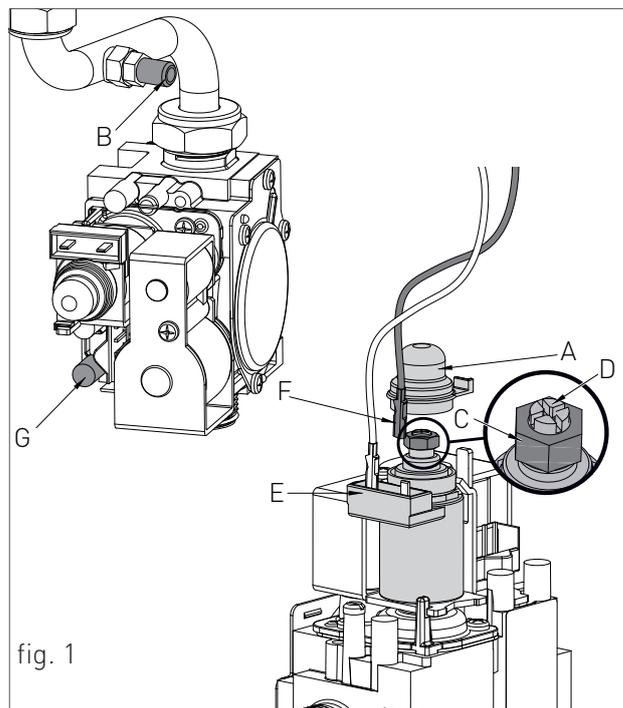

fig. 1
- › Dévisser la vis dans la prise de pression sortie gaz 'B' (fig.1) et insérer le manomètre.
- › si la valeur de cette pression diffère de la valeur indiquée dans le chapitre des données techniques, enlever le bouchon 'A' (fig.1) et agir sur l'écrou 'C' (fig.1), à l'aide d'une clé de 10, en le tournant jusqu'à ce que le manomètre indique la pression correcte.
- › Enlever le bouchon 'A' (fig.1) du modulateur et vérifier que l'écrou 'C' (fig.1) soit vissé à fond;
- › Débrancher un des deux connecteurs faston d'alimentation 'F' sur le modulateur 'E' (fig.1) et vérifier que la pression indiquées sur le manomètre soit conforme selon le chapitre 'DONNÉES TECHNIQUES';
- › Si la valeur diffère, bloquer l'écrou 'C' à l'aide d'une clé de 10, se servir d'un tournevis plat et agir sur la vis 'D' (fig.1), en la tournant jusqu'à ce que le manomètre indique la pression correcte.
- › Rebrancher le fast-on d'alimentation sur le modulateur 'E' (fig.1);
- › remonter le bouchon 'A' (fig.1) sur le modulateur en position d'origine pour le fonctionnement correct.